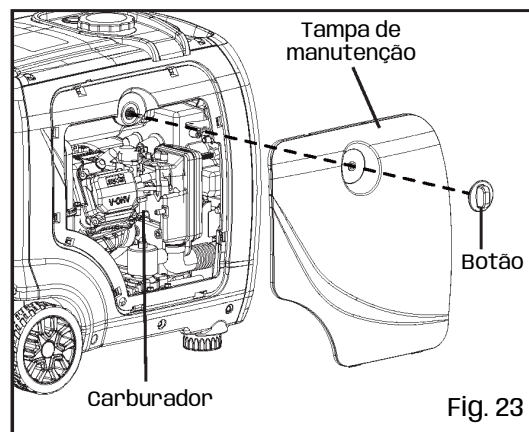
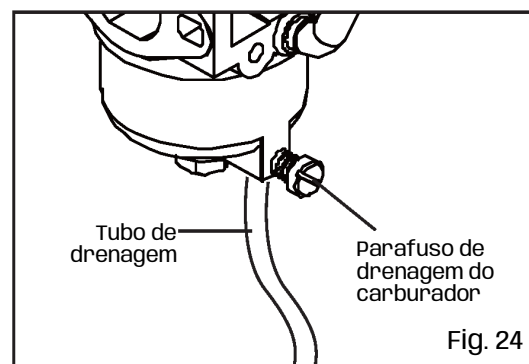

Fig. 23
Fig. 24
4. O acesso ao carburador é entre o motor e o filtro do ar (Fig. 23). Localize o tubo transparente do carburador (Fig. 24) que se estende para baixo ao longo da placa de base do gerador.
6. Desaperte o parafuso de drenagem do carburador (Fig. 24) com uma chave de fendas de cabeça plana (não incluída) e drene a gasolina acumulada no interior do carburador através do tubo de drenagem para um recipiente de armazenamento de gasolina aprovado.